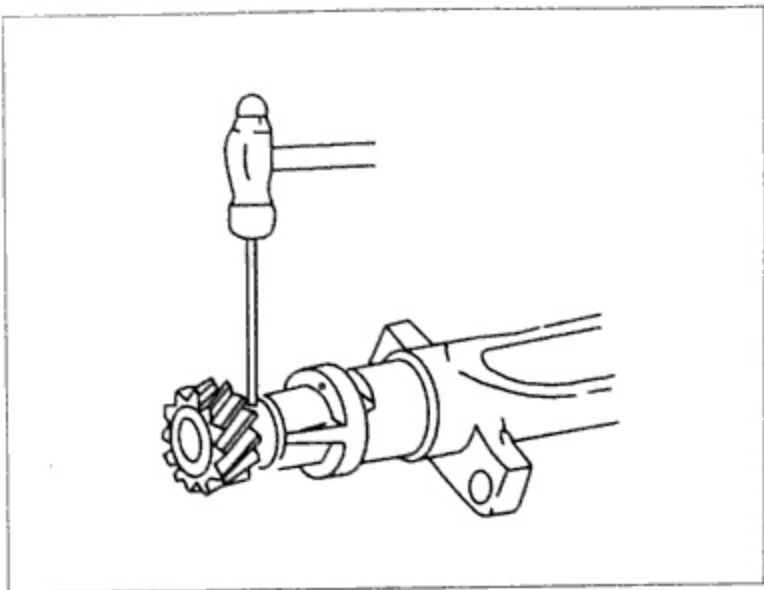

图 6-3-4 拆卸小齿轮销
- (1) 锉平小齿轮止动销的铆端。
- (2) 用锤子和棒把小齿轮销打出来,见图 6-3-4。
- (3) 拆下小齿轮。